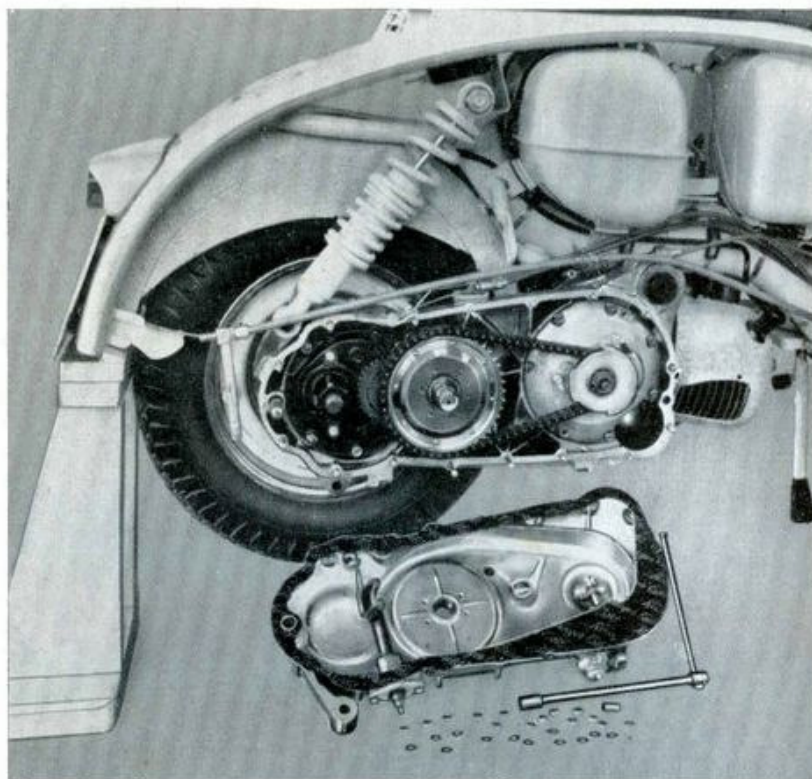

Fig. 5
- » 12 - Smontare il coperchio del carter motore: svitare i 13 dadi che lo fissano al carter (chiave da 10), vedi fig. 5. Per togliere celermente le rondelle elastiche sotto i dadi, utilizzare una calamita.